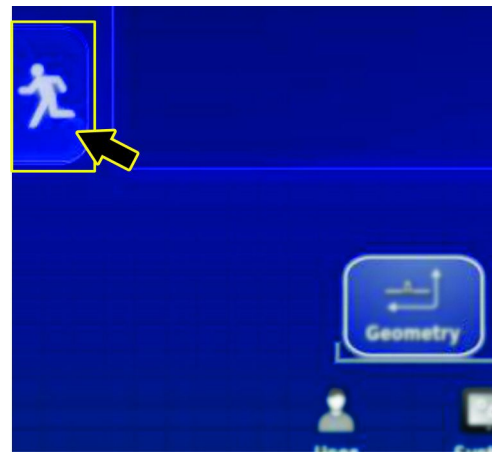

Figura 196
3. Premete l'icona ESCI DALLA CONFIGURAZIONE (Figura 196).